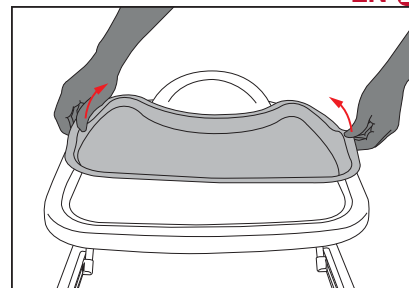

Figura 5.1
- Para remover la bandeja de inserción, flexione los manillares hacia adentro, presione el borde interno de la bandeja hacia abajo con los pulgares y levántela. **Ver Figura 5.1.**